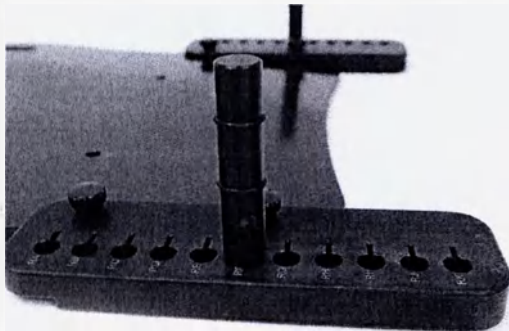

Рисунок 4
4.2.3 Для фиксации рук пациента используются рукоятки (рисунок 4).
5.2.3 При необходимости фиксации рук установите рукоятки (см. рисунок 4) и отрегулируйте их так, чтобы пациенту было удобно.